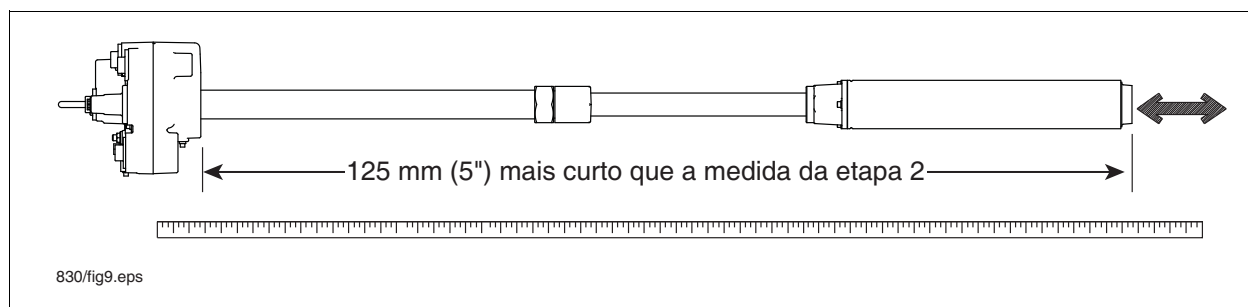

Figura 11. Ajuste do comprimento da bomba
- Consultando a Figura 11, enfie a ponta da unidade de bombeamento (UMP) até que a distância entre a base da câmara e a base da unidade de bombeamento (UMP) seja 125 mm (5 polegadas) (381 mm [15 polegadas] com sistema de sucção flutuante) menor que a distância mensurada na etapa 2.